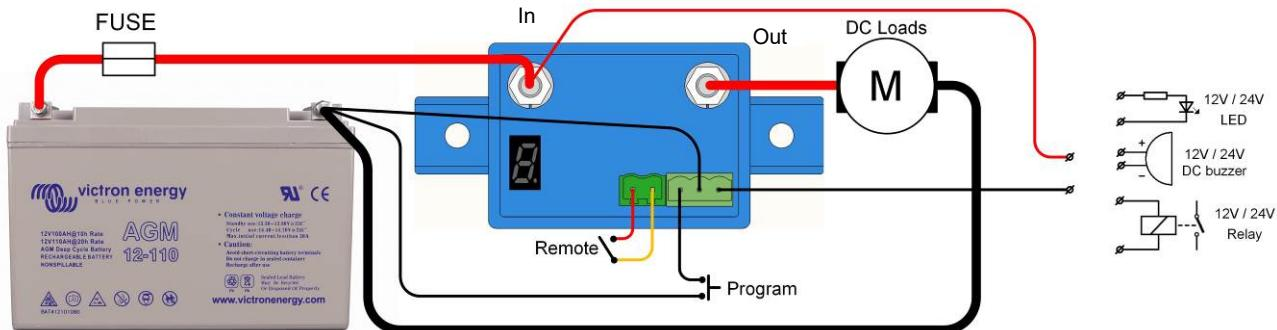

Figura 1: Schema di connessione del BP-65
- Il BatteryProtect (BP) deve essere installato in luogo ben ventilato e il più possibile vicino alle batterie (max 50 cm, ma non installare al di sopra della batteria, per via del possibile sviluppo di gas corrosivi!). La caduta di tensione su un cavo lungo o sottodimensionato fra il più della batteria e il BP può risultare in un allarme di corto circuito quando si avvia il carico o in un spegnimento imprevisto.
- Un interruttore on-off remoto può essere collegato al connettore bipolare (vedere figura 1) o fra il pin 2-1 del connettore bipolare e il più della batteria.
- Un cicalino, LED o relè possono essere collegati fra l'emissione dell'allarme e il più della batteria (vedere figura 1). Carico max sull'emissione dell'allarme: 50 mA (resistente a corto circuito).